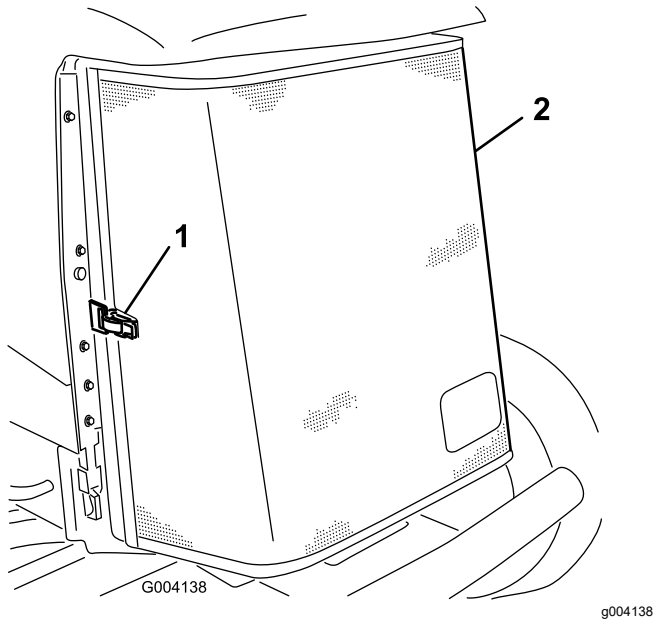

図 136
3. クランプをゆるめ、後スクリーンを開く **図 136**。